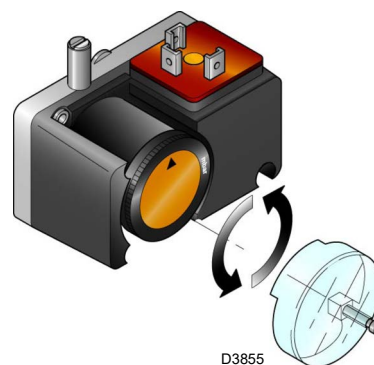

Fig. 30
- Régler le pressostat gaz minimum (Fig. 30 à la page 32) en début d'échelle.
Effectuer le réglage du pressostat gaz seuil minimum (Fig. 30) après avoir réglé le brûleur, les vannes de gaz et le stabilisateur de rampe.